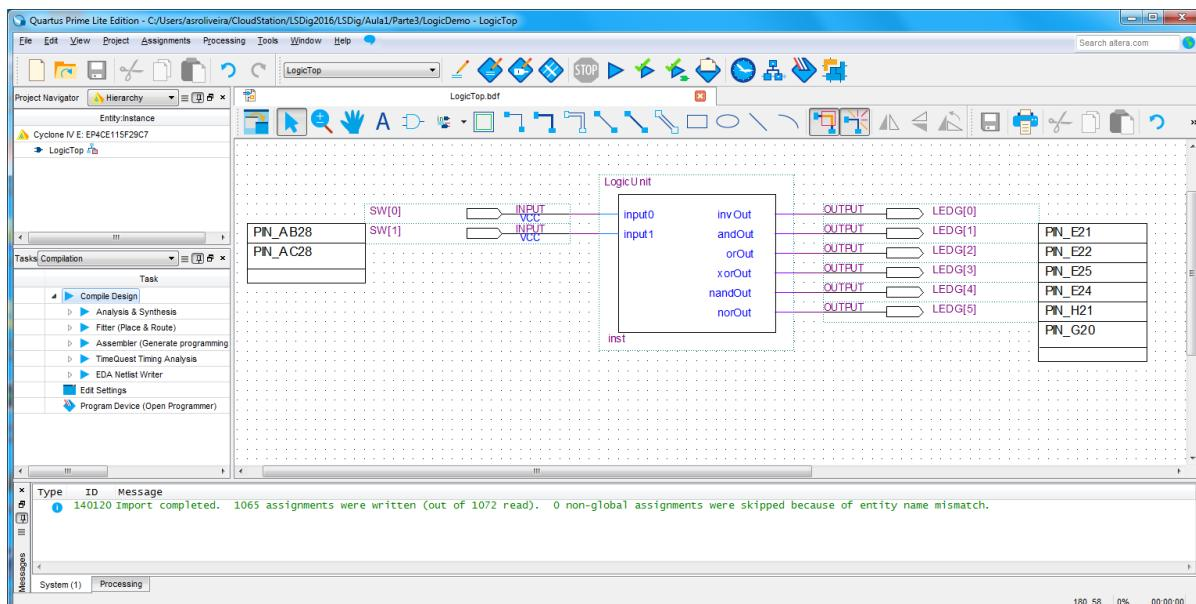

Figura 57 – Módulo “LogicUnit” e portos de entrada e de saída com identificação dos pinos usados da FPGA.
**10.** Importe o ficheiro “master.qsf” com as definições dos pinos da FPGA na placa de desenvolvimento. Após a importação, o diagrama esquemático deverá apresentar o aspeto da Figura 57.